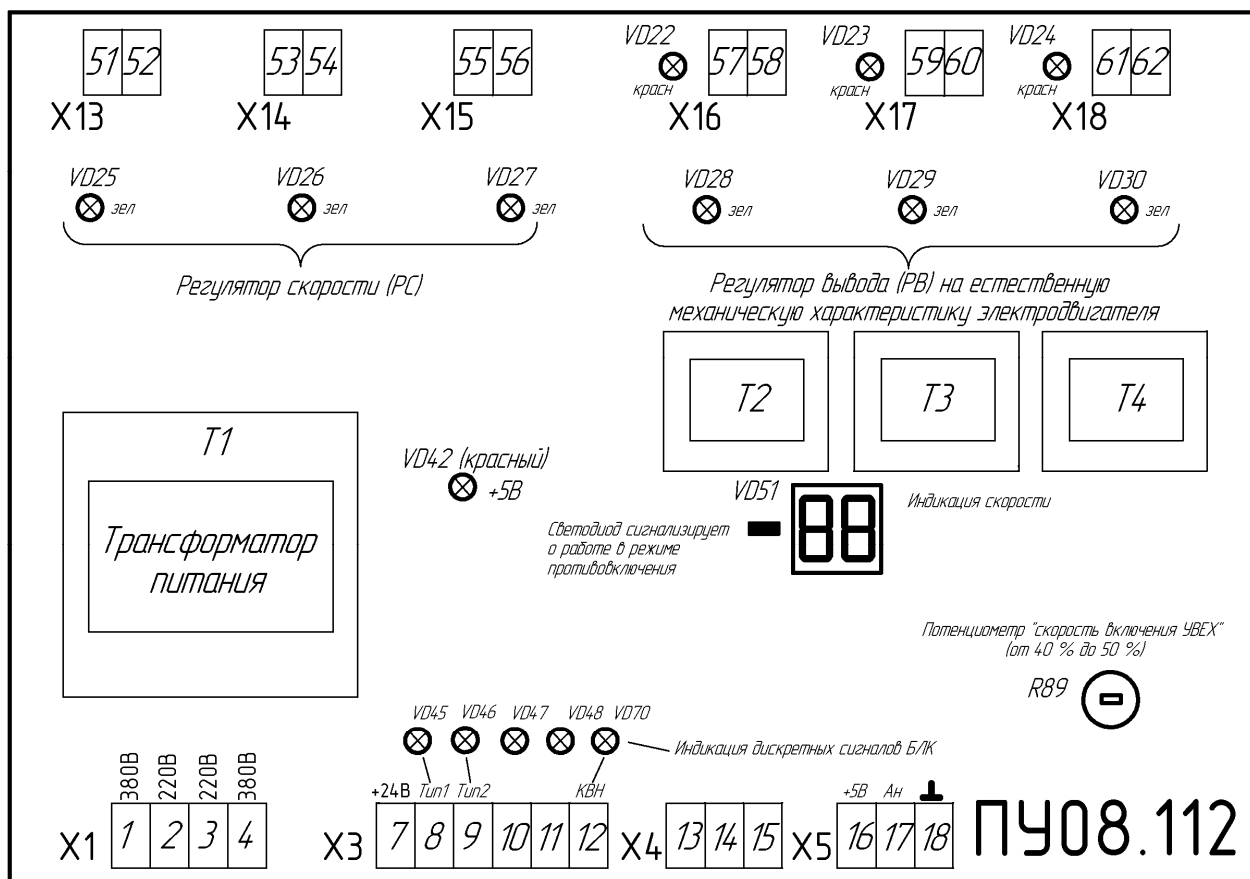

Рисунок 4 – Упрощенный вид панели управления ПУ08.112
6.1.7 При проверке работы регуляторов обращать внимание на одновременность и одинаковость работы светодиодов всех трех фаз каждого из регуляторов, т.е. светодиоды в каждой своей «тройке» VD25....VD27, VD28,...VD30 (см. рисунок 4) должны работать одновременно и одинаково. Это касается и красных светодиодов на силовых блоках. Допускаются кратковременные отклонения от этого условия, не отражающиеся ни визуально, ни акустически на работе двигателя. Любое длительное отклонение от данного условия требует анализа и поиска причины. Кроме того следует учитывать, что если на регуляторе скорости одновременно сигналы Тип 1 и Тип 2 имеют значение ноль (клеммы X21:5; X21:6 относительно клеммы X21:10 для «Привода 1», клеммы X22:5; X22:6 относительно клеммы X22:10 для «Привода 2»), то соответствующий регулятор скорости отключается.